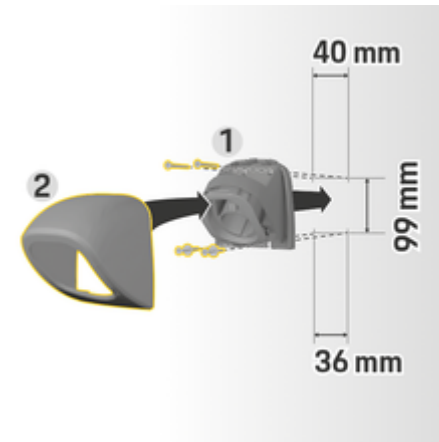

Abb. 10: Bohrmaße
1. Steckerhalterung **1** (Abb. 10) aus der Abdeckung **2** (Abb. 10) nehmen.
4. Steckerhalterung **1** (Abb. 10) an die Wand schrauben.
5. Abdeckung **2** (Abb. 10) von unten auf die Steckerhalterung **1** (Abb. 10) aufsetzen und nach oben drücken.